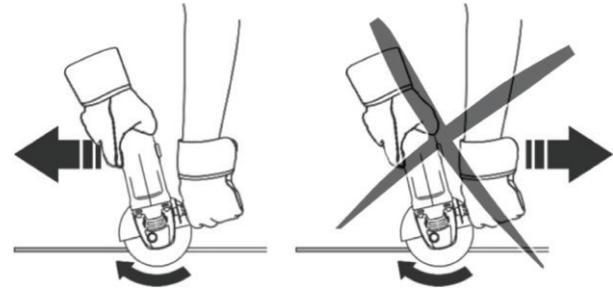

Figura 8 - Sentido correto de corte
7. O corte deve ser realizado na direção da conforme Figura 8.